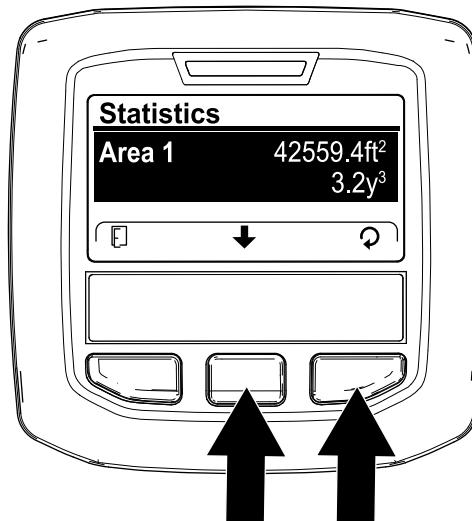

Рисунок 106
- На экране STATISTICS (Статистика) нажмите среднюю кнопку инфо-центра, пока не будет выбрана опция AREA 1 (Зона 1) (Рисунок 106).